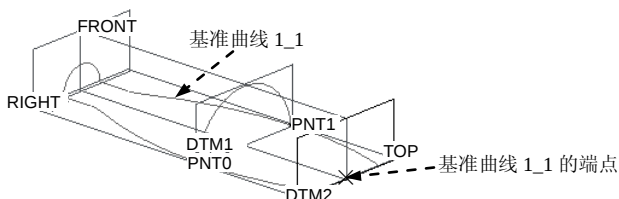

图 6.7.15 创建基准平面 DTM2
Step9. 创建图 6.7.15 所示的基准平面 DTM2。
(2) 如图 6.7.15 所示, 选择基准曲线 1_1 的端点, 设置为“穿过”; 按住 Ctrl 键, 再选择 RIGHT 基准平面, 并设置为“平行”; 在“基准平面”对话框中单击  按钮。